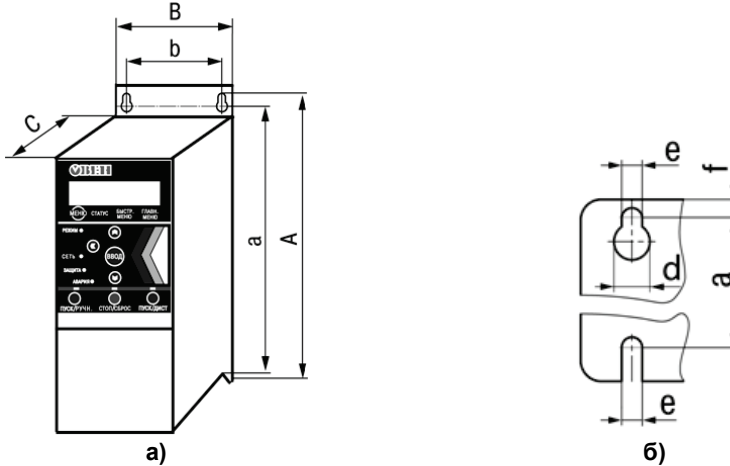
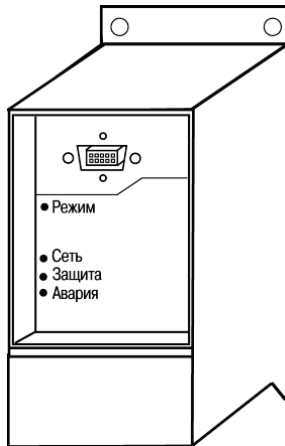

Рисунок 3.1 – Габаритные размеры ПЧВЗ: а) корпуса; б) плиты охладителя
Рисунок 3.2 – Лицевая панель прибора. Отсек подключения ЛПО
3.1.1.4 На задней поверхности прибора размещена плита охладителя с отверстиями, используемыми для крепления прибора (см. рисунок 3.1(б)).
Отсек подключения локальной панели оператора расположен в верхней части лицевой панели прибора (см. рисунок 3.1(а)). В исполнении IP54 доступ к отсеку возможен при снятой передней стенке (см. рисунок 3.2(б)).